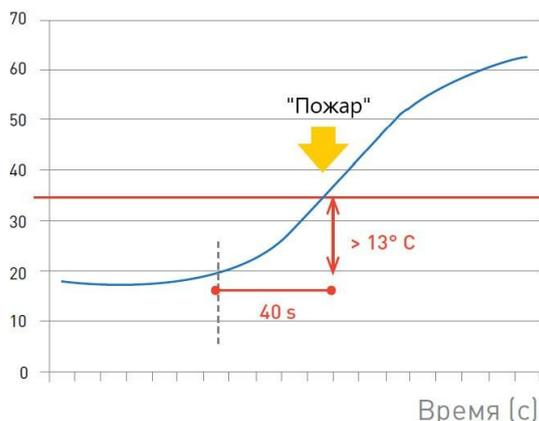

Рисунок 4.3 – Критерий формирования сигнала «Пожар» по градиенту температур
2) Максимально-дифференциальный линейный тепловой пожарный извещатель, класс по ГОСТ Р 53325 программируется от A1R до HR. Дополнительно к порогу температуры срабатывания программируется пороговая скорость повышения температуры. Сигнал «Пожар» формируется при повышении температуры на заданную величину и более за определенный промежуток времени. Например, на рис. 4.3 показан график изменения температуры в определенной точке чувствительного элемента извещателя с течением времени. Возможно программирование трех критериев с различными значениями разностей температур и промежутков времени.